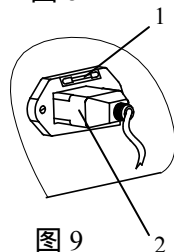

图 9
- 7) 拔出电源插头 2,取下保险丝座 1,换上新的保险丝,插入保险丝座和电源线。(图 9)